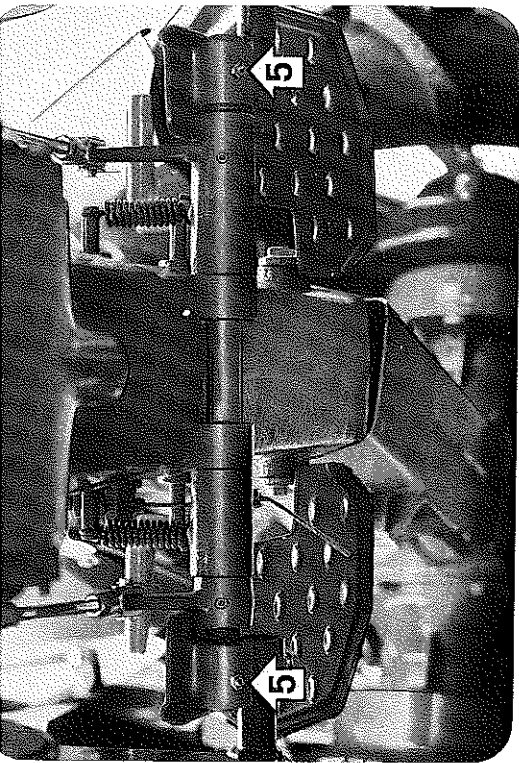
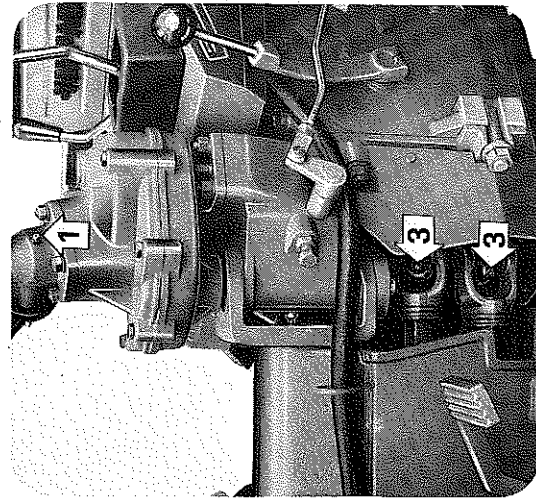
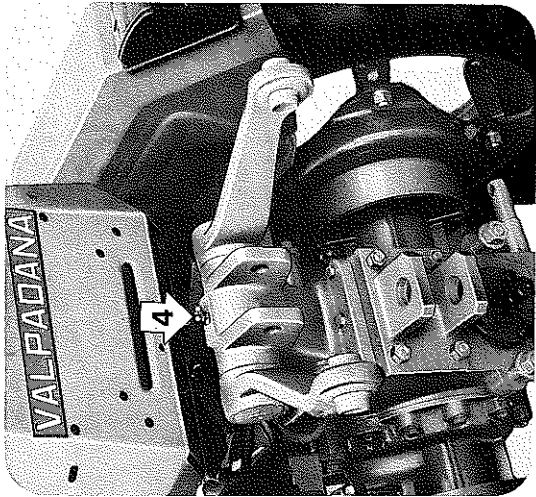
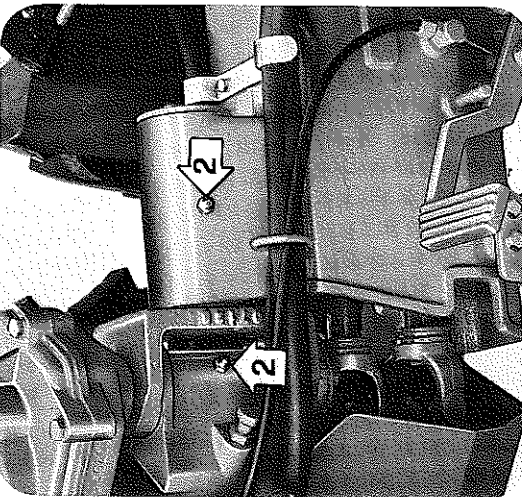

Fig. 18
Fig. 21
Fig. 20
Fig. 19
- 1) Arbre de direction fig. 21 - 2) Chevilles de charnière de la structure fig. 19 - 3) Joints de cardan fig. 21 - 4) Arbre releveur fig. 20 - 5) broche des pédales fig. 18.
- 1) Steering shaft - Fig. 21 - 2) Frame hinge pins - Fig. 19 - 3) Cardan joints - Fig. 21 - 4) Lifter shaft - Fig. 20 - 5) Pedal pins - Fig. 18.
- 1) Lenkspindel - Abb. 21 - 2) Trägerselenksteife Abb. 19 - 3) Kardan-gelenke - Abb. 21 - 4) Hebevelle - Abb. 20 - 5) Fedbolzen - Abb. 18.